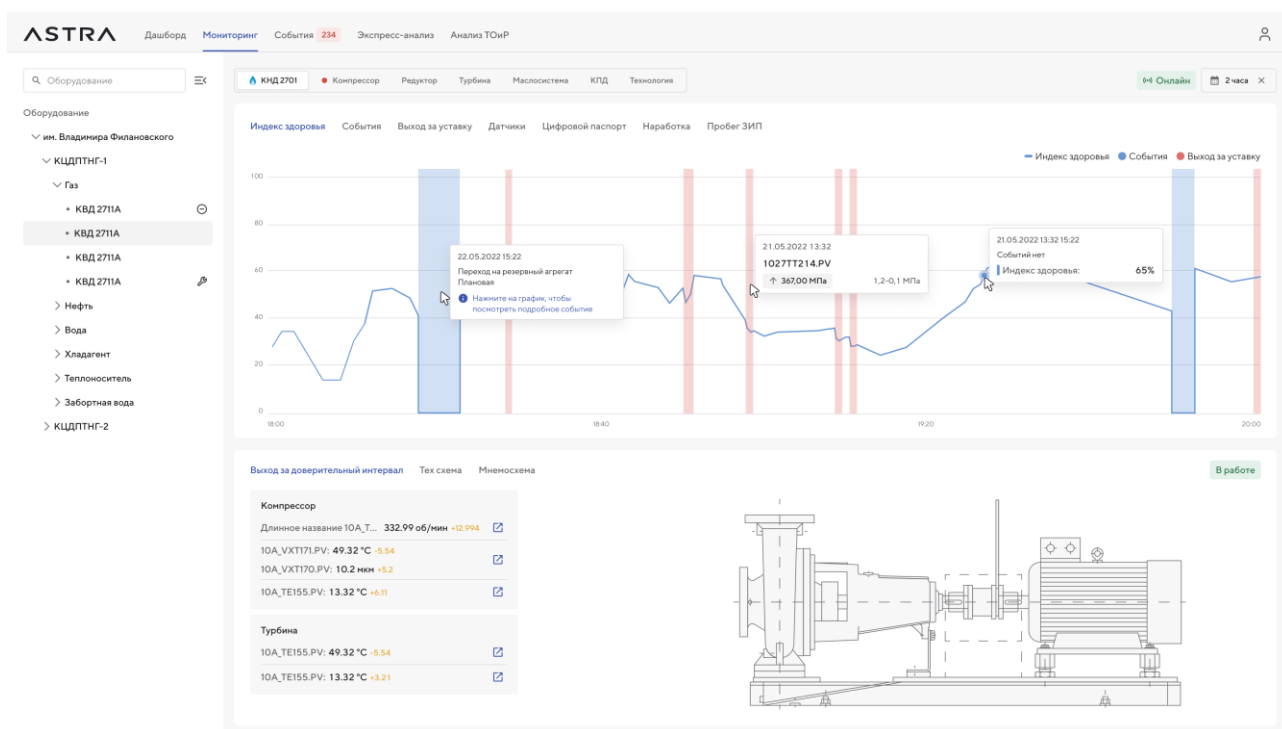

Рисунок 69 – Страница с подробной информацией выбранной единицы оборудования
- вкладки (Рисунок 69):
При переходе к карточке с подробной информацией по умолчанию открывается вкладка выбранного экземпляра оборудования (см. Рисунок 69).